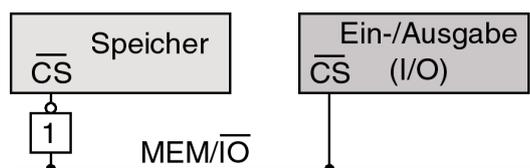

Figure 18.22: Für die isolierte Adressierung wird eine zusätzliche Busleitung gebraucht.
**Isolierte E/A-Adressierung (isolated I/O-Adressing)** , es wird über ein zusätzliches Steuersignal, das z.B.  $MEM/\overline{IO}$  heißen kann, von der CPU mitgeteilt, ob ein Speicher oder E/A-Baustein angesprochen werden soll (Abb. 18.22). Isolierte Adressierung wird z.B. von Intels 80x86-Prozessoren verwendet, die Assembler-Befehle für die Ein- und Ausgabe lauten  $IN$  und  $OUT$ .